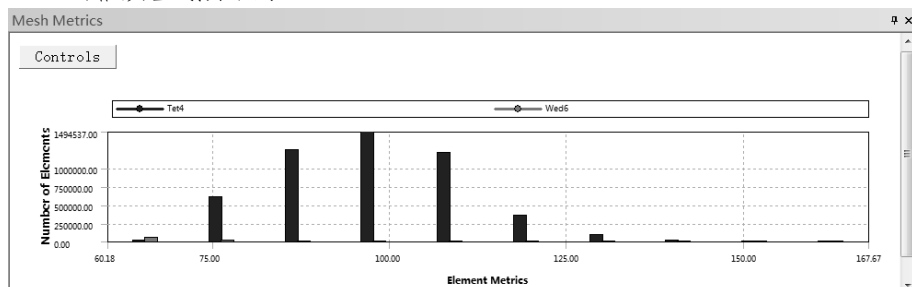

图 3-42 Maximum Corner Angle 图表
⑥ Maximum Corner Angle (最大壁角角度) 计算最大角度。对三角形而言, 60° 最好, 为等边三角形。对四边形而言, 90° 最好, 为矩形。选择此选项后, 在信息栏中会出现如图 3-42 所示的 Mesh Metrics 窗口, 在窗口内显示了网格质量划分图表。